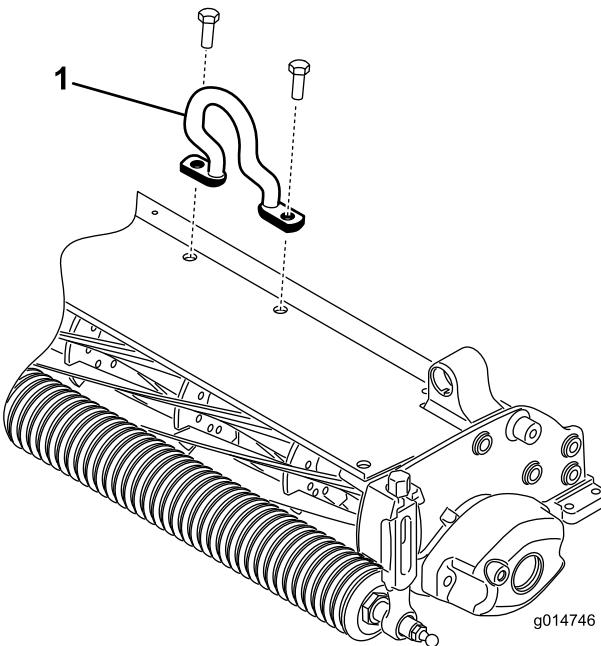

Figura 4
Instale o elo de desvio (Figura 4) na parte superior da unidade de tracção com (2) parafusos. Aperte os parafusos a um binário de 34-41 Nm. O gancho de elevação desviado deve ser posicionado com o gancho para a frente.